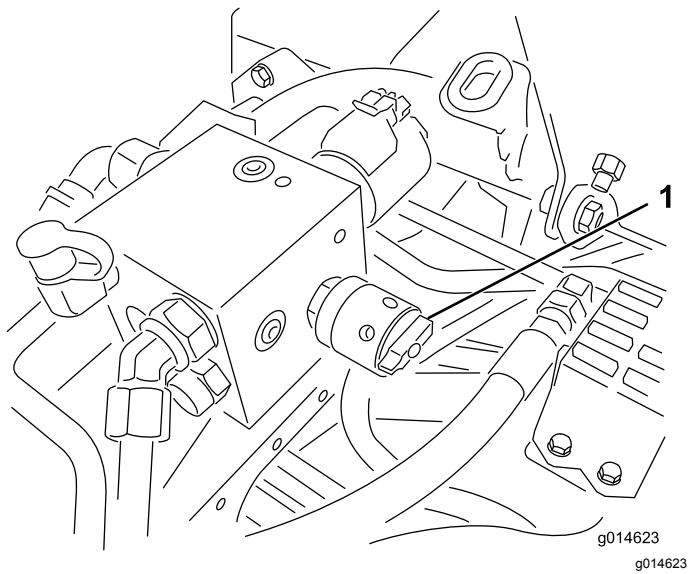

Figure 52
- Pour régler la vitesse des cylindres, tournez le bouton (Figure 52) jusqu'à ce que les flèches soient en face de la valeur déterminée à l'opération 3.
6. Tournez la commande de vitesse des cylindres à la position 1 (Figure 52).